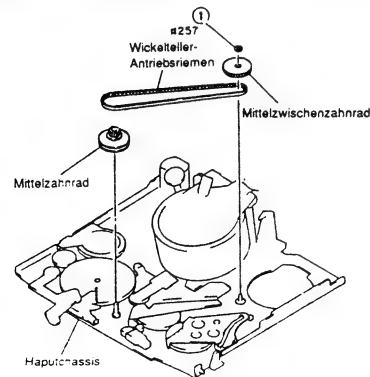

Abb. 2-69
- 1) Den Dichtring des Mittelzahnrades entfernen (siehe Abb. 2-69).
- 2) Eine (1) Scheibe entfernen, mit der das Mittelzwischenzahnrad befestigt ist.